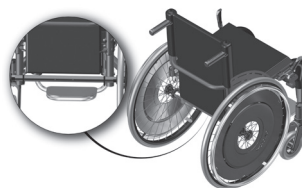

Figura 4.1-Indicação da localização do eixo de cambagem
A cadeira Star Lite possui duas opções de regulagem do centro de gravidade: 0° e 3°, para regular proceda da seguinte maneira: a. A figura 4.1 mostra a localização do eixo de cambagem.
c. Mova o eixo de cambagem (indicado na figura 4.1) para a posição desejada e reaperte todos os parafusos.